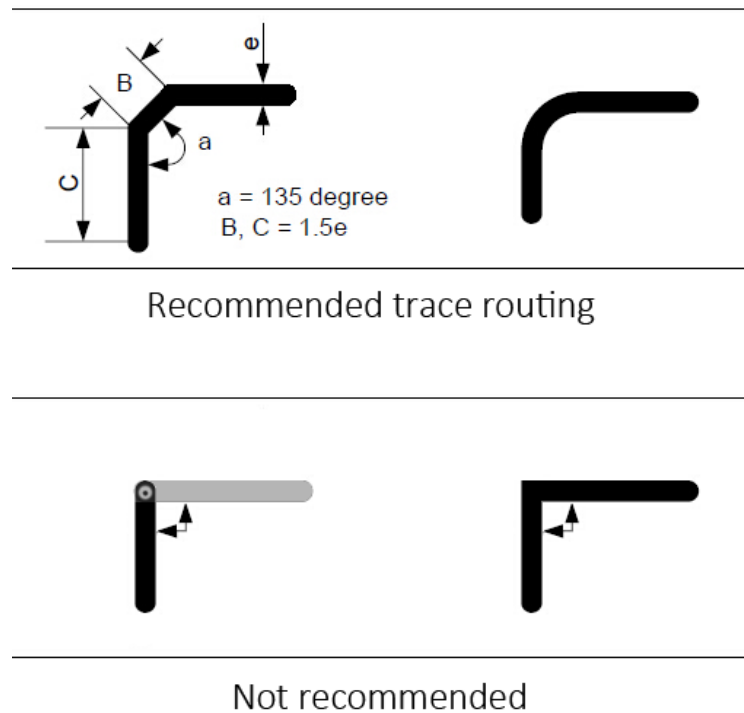

图 4：走线拐角
- **走线拐角**：为避免直角走线（尤其是对于时钟走线而言），可采用 135° 角或圆弧走线（如图 4 中上半部分所示），这样可以防止直角走线（如图 4 中下半部分所示）时产生信号反射。